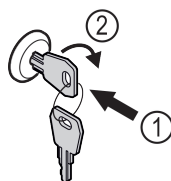

Fig. 200
- ▶ Vstavite ključ. Fig. 200 (1)
- ▶ Ključ obrnite v smeri urnih kazalcev za 90°. Fig. 200 (2)